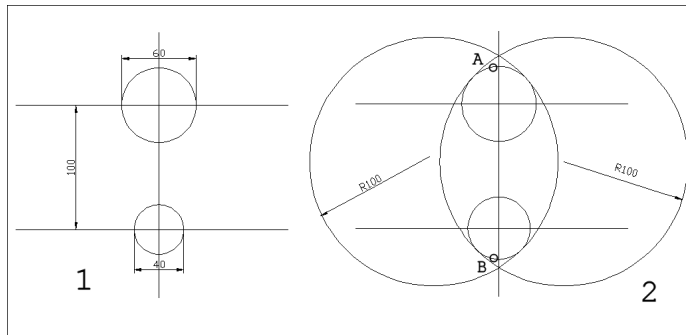

Fig.4.31
- ▶ Tracer deux cercles TTR de rayon 100 mm. Pour celui de droite pointer les cercles de tangences en A et B juste à gauche de l'axe vertical. Pour le cercle de gauche pointer les cercles de tangences en C et D juste à droite de l'axe vertical (fig.4.31).